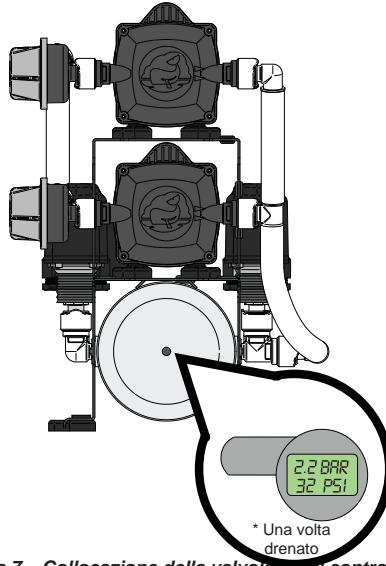

Figura 7 – Collocazione della valvola per il controllo annuale
10. Preparazione per l'inverno	Figura 7
- Controllare annualmente la pressione del serbatoio accumulatore come illustrato nella figura 7. Se necessario, usare una pompa manuale o a pedale per aumentare la pressione.